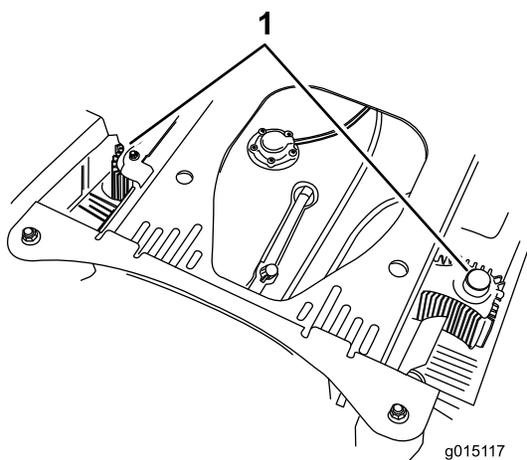

Рисунок 84
4. Удалите мусор и траву с кожухов гидравлических блоков (Рисунок 84).